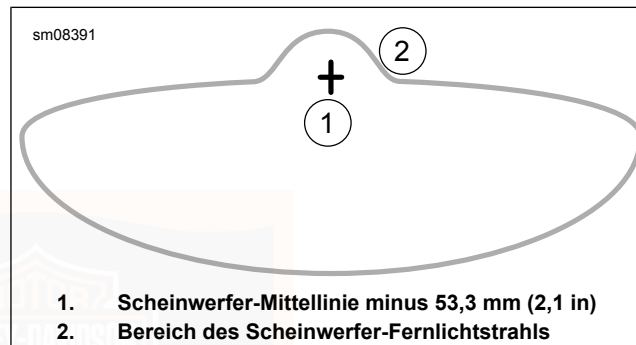

Abbildung 98. Scheinwerfer-Lichtmuster: Modelle mit rahmenmontierter Verkleidung
- LED, rahnenmontierte Verkleidung:** Siehe Abbildung 98. Mit dem Scheinwerfer auf **Fernlicht** geschaltet ist der Brennpunkt des Leuchtmittels auf der Markierung zentriert.
- Siehe Abbildung 98. Den Scheinwerferstrahl einstellen.